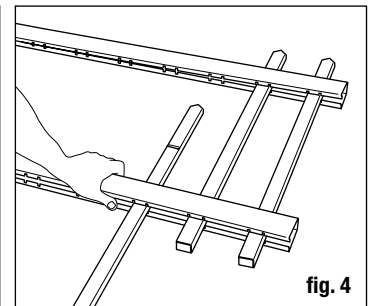

fig. 4
- Continúe este proceso hasta que todas las estacas se inserten en los barandales con las pestañas y las ranuras alineadas (fig. 4).